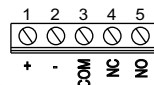

Abb. 2
- Die Kabel in der dafür vorgesehenen Stelle einfügen und die Verbindungen wie nach Abb. 2 herstellen.
- Die Kabel in der dafür vorgesehenen Stelle einfügen und die Verbindungen wie in Abb. 2 herstellen.